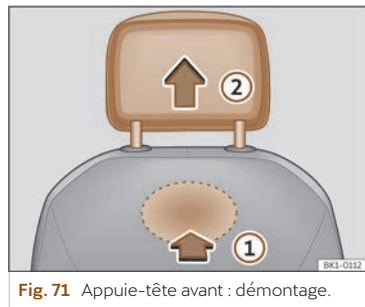

Fig. 71 Appui-tête avant : démontage.
- Pour le déverrouiller, recherchez l'évidement situé à l'arrière du dossier dans la zone marquée et appuyez dans le sens de la flèche >>> fig. 71 ①.
- Retirez l'appuie-tête dans la direction de la flèche ②.